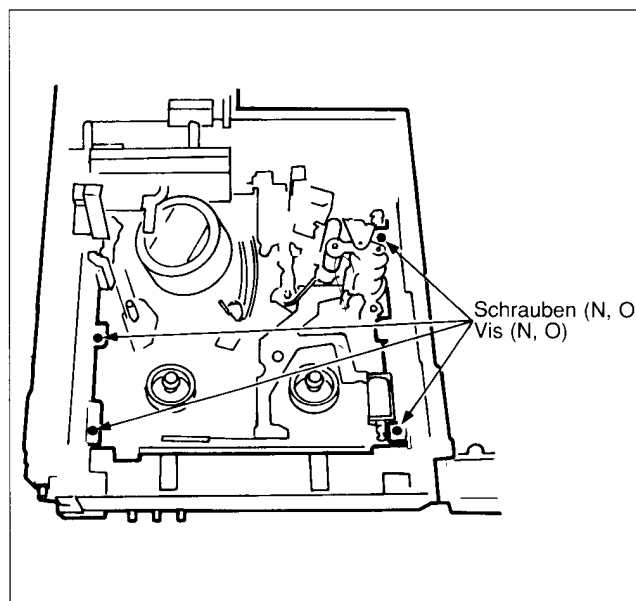

Fig. 20
7. Die vier Schrauben (N und O) einsetzen und festschrauben. Fig. 20
7. Mettre les 4 vis (N et O) en place et les bloquer. Fig. 20